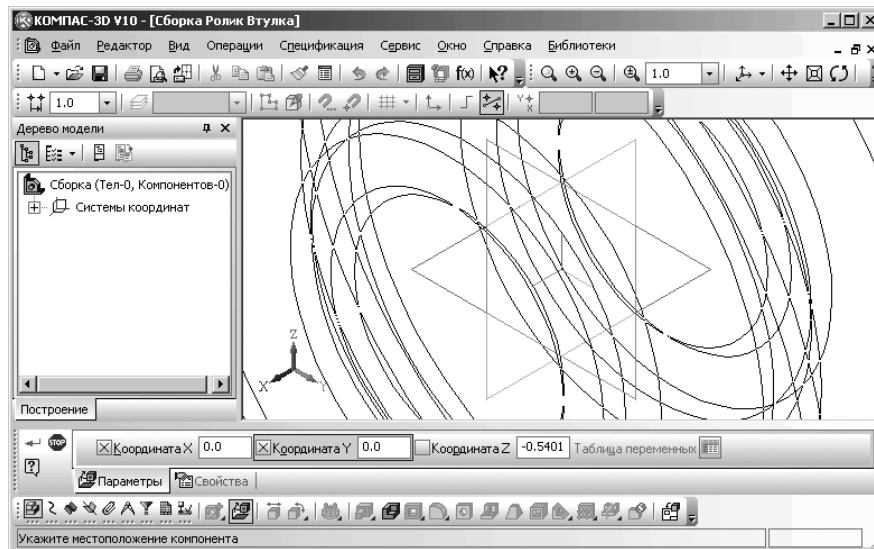

Рис. 6.32. Возможное состояние системы во время вводы компоненты **Ролик** из файла
- щелкните дважды в поле **Координата Y**, введите значение 0, а затем нажмите клавишу **Enter**. Возможное состояние системы показано на рис. 6.32;